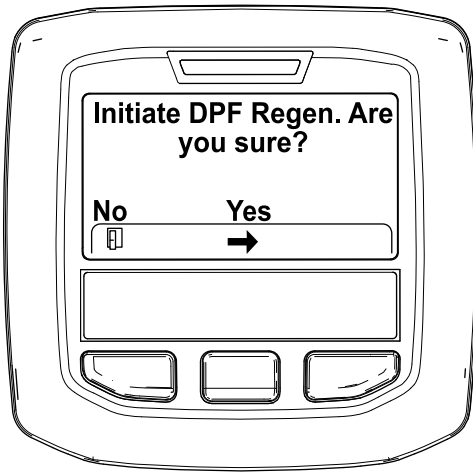

Figura 35
4. Cuando aparezca el mensaje "Iniciar regeneración del FPD. Are you sure?" (¿Desea iniciar el proceso de restauración del FPD?), presione el botón central (Figura 35).